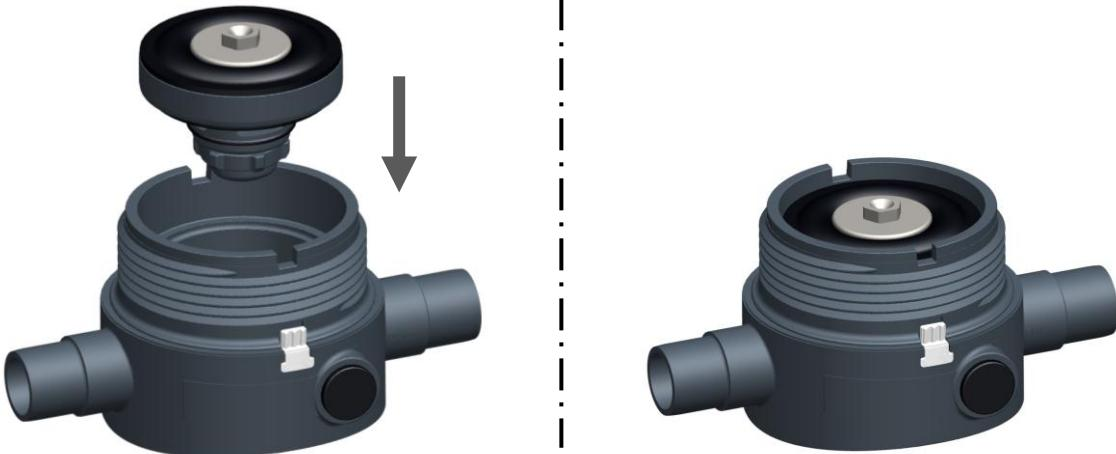

Fig. 12
- Déposer la cartouche dans la partie inférieure et l'enfoncer, voir Fig. 12